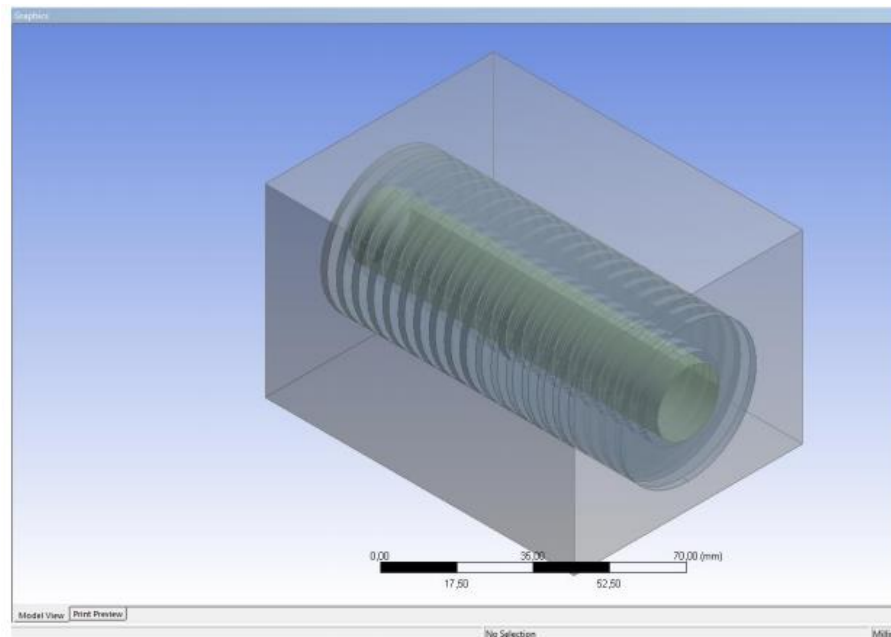

Рисунок 6 – Зовнішній вигляд секції теплообмінного апарату
1) Спочатку необхідно запустити Ansys Workbench (рис. 6): Пуск → Усі програми → Ansys 14.5 → Workbench 14.5. Відкриється робоче вікно програми.